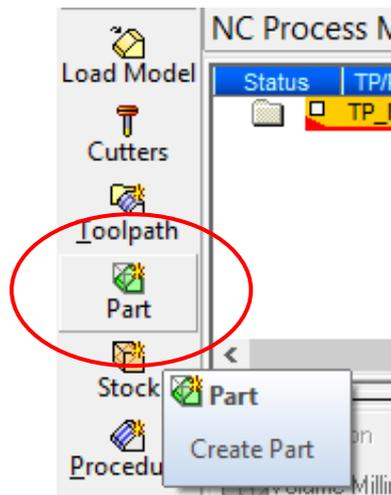
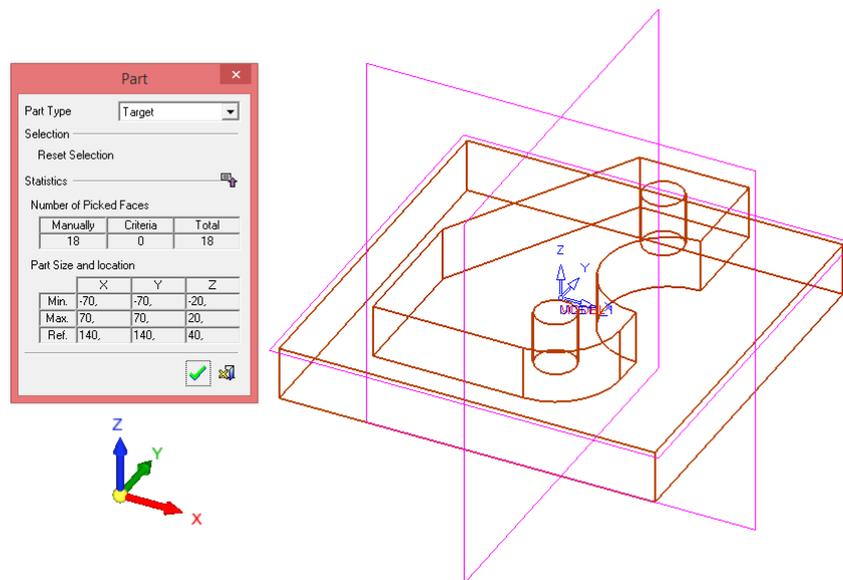

Рисунок 10 – Кнопка «Деталь»
Рисунок 11 – Выбор типа детали
3.4 Нажмем на кнопку «Деталь» в меню (рисунок 10) и выберем тип детали, в нашем случае это «Цель» (конечная деталь) (рисунок 11). Подтверждаем выбор.